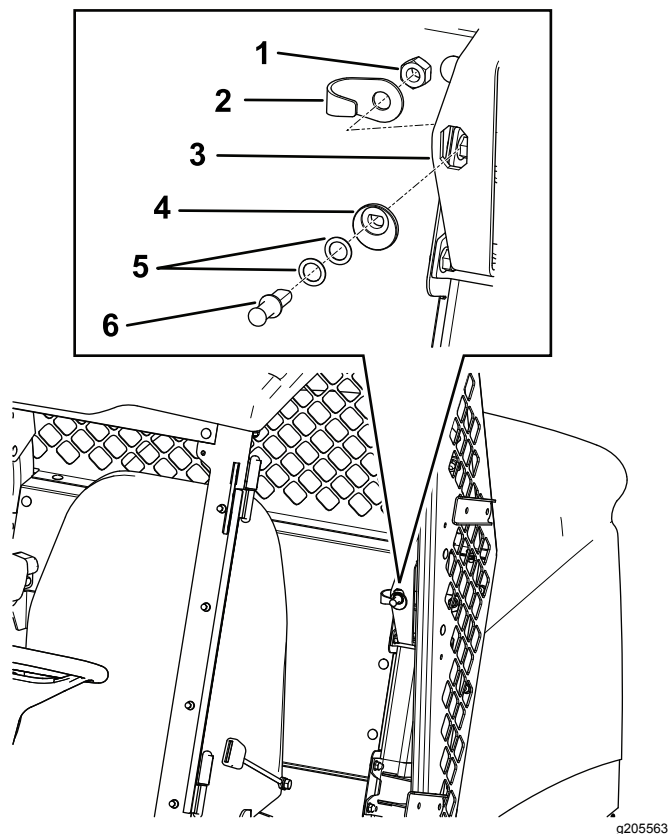

図 9
2. 図 9 に示すように、ラッチピンのカムをストライカプレートの開孔部に合わせて取り付ける。
3. ラッチピン最初はワッシャをつけずにラッチピンのカムに差し込む (図 9)。
4. ラッチピンとジャムナットを、ストライカプレートの背面に合わせて取り付ける 図 9。
5. ジャムナットをラッチピンに手締めする 図 9。